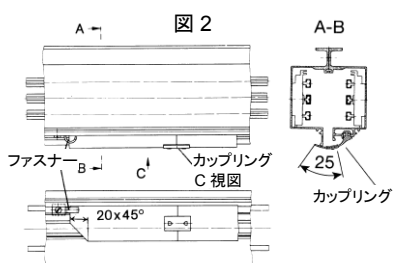

図 2
- ▶ 50m を超える長さのシステムではシーリングストリップ用カップリングが必要です(図 2)。
- ▶ この場合、シーリングストリップの端は面取りしてファスナーで締付けます(図 2)。